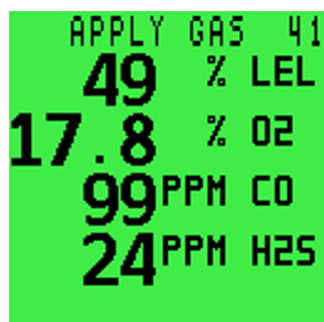

Figura 9-4: Pantalla APPLY GAS (Aplicar gas)
5. Una vez aplicado el gas, mantenga pulsado el botón derecho para iniciar la calibración. Comenzará la cuenta atrás de 60 segundos (consulte Figura 9-4: Pantalla APPLY GAS \(Aplicar gas\)). Al cabo de 60 segundos, el detector estará calibrado según los valores predefinidos.